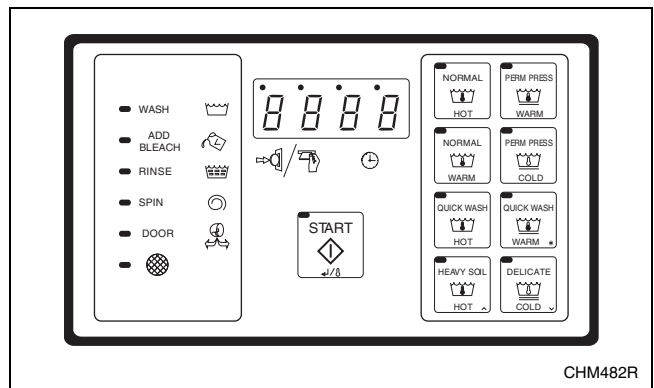

Figura 7
6. Aparecerá en pantalla el ciclo de lavado predeterminado. Consulte la *Figura 7*.
11. Presione la tecla del ciclo de lavado que desea. Consulte la *Figura 7*.